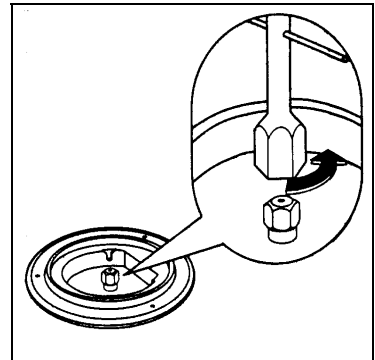

fig. 20
- Se deșurubează ajutorajele (fig.20) cu ajutorul unei chei tubulare de 7 mm și se înlocuiesc cu cele corespunzătoare gazului utilizat și tipului de arzător (conform tabelului de ajutoraje).